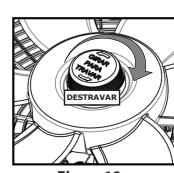

Figura 19
• Afrouxar a porca da hélice no eixo, girando-a no sentido horário conforme **figura 19**.